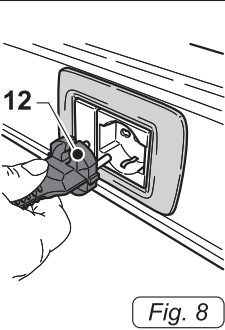

Fig. 8
- Introducir el enchufe (12 Fig.8) en la toma de corriente.
- Desconectar el enchufe (12 Fig.8) de la toma de corriente.